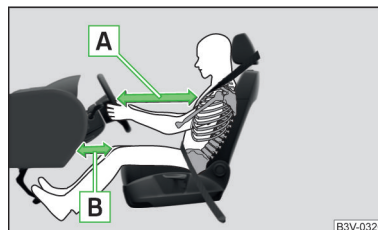

Fig. 22
- Es importante que el conductor y el acompañante mantengan una distancia mínima de 25 cm con respecto al volante o al tablero de instrumentos » fig. 22 A. Si no respeta esta distancia, el sistema de airbag no podrá protegerle. ¡Peligro de muerte! Siempre deben estar correctamente ajustados los asientos delanteros y los reposacabezas a la estatura del ocupante.
- Ajustar el asiento del conductor longitudinalmente de forma que la distancia de las piernas hasta el cuadro de interruptores en la zona del airbag para las rodillas sea al menos de 6 cm » fig. 22 - B. En caso de que no sea posible cumplir esta condición debido al tamaño del cuerpo, se debe acudir a un taller especializado.